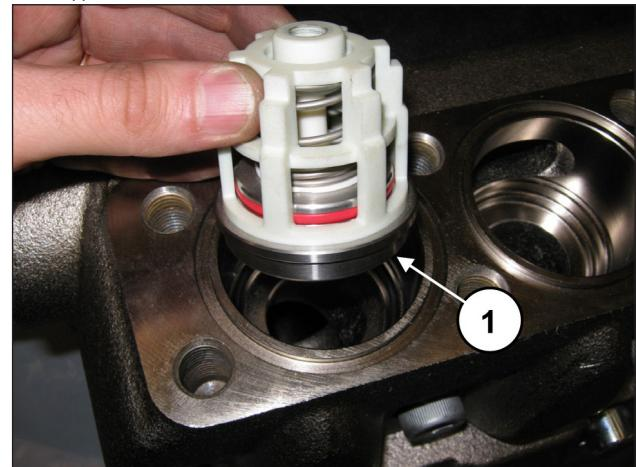
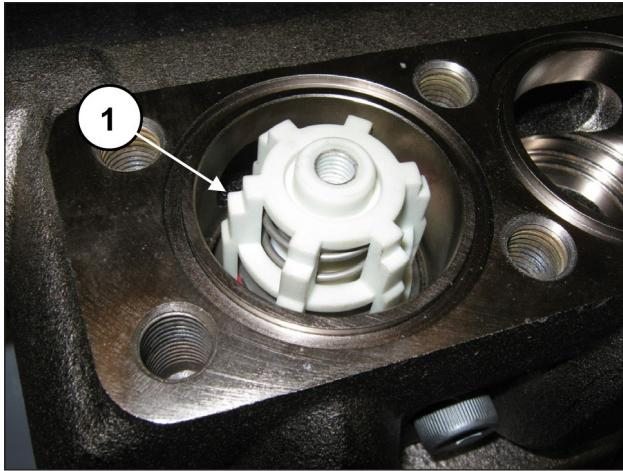

Рис. 158
Рис. 159
Вставьте узел нагнетательного клапана (поз. ①, Рис. 158). Клапанный узел в сборе должен быть вставлен до упора и выглядеть, как на поз. ①, Рис. 159.